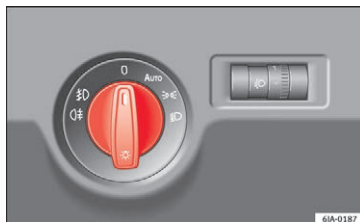

Fig. 128 Kombiinstrument: lyskontakt
I **højrestyrede biler** afviger placeringen af betjeningselementerne delvis fra den placering, som er vist på »» **Fig. 128** »» Side 123. Symbolerne, der viser de enkelte betjeningselementer, er dog identiske.
– Drej lyskontakten »» **Fig. 128** til position $\Rightarrow \leftarrow$.
– Drej lyskontakten »» **Fig. 128** til position 0.
Dagskørelyet er med til at øge kørselssikkerheden. Det drejer sig om lygter, der er integreret i forlygterne, og som tændes, hver gang tændingen tilsættes, og lyskontakten står i position **O** eller **AUTO** » Fig. 128. Så snart positionslyset tændes, slukkes dagskørelyet automatisk.
Hvis lyskontakten står i positionen **AUTO** » Fig. 128, bliver positionslyset, nærlýset og nummerpladelyset tændt og slukket automatisk.